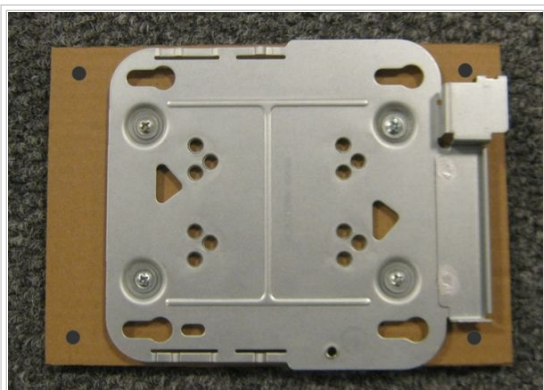

Fig. 10 - Base aislante para instalación sobre superficie metálica
- Fijar la platina incluida con el AP a una base de MDF (14 x 20 cm x 15 mm de espesor) mediante 4 tornillos autoperforantes punta aguja con arandela de 4.2 x 13 mm, colocando la platina centrada respecto a la base de MDF. Es fundamental respetar el largo de los tornillos ya que los mismos no pueden asomar por la cara del MDF que quedará en contacto con la superficie metálica a la cual será fijada (ver Fig. 10).